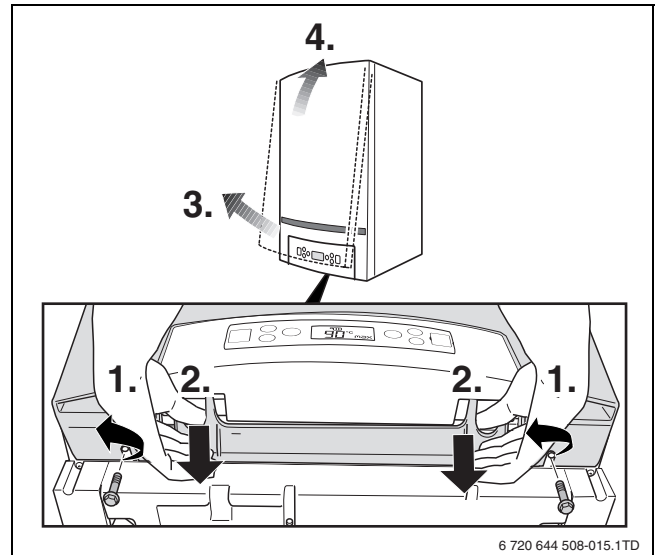
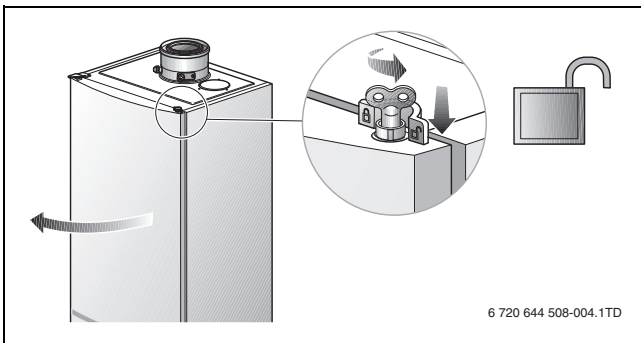

Fig. 4
Fig. 3
- ▶ 打开炉门 (→ 图 3, 第 43 页) 或取下外壳 (→ 图 4, 第 43 页)。
- ▶ 关闭炉门 (→ 图 3, 第 43 页) **或** 装上外壳 (→ 图 4, 第 43 页)。